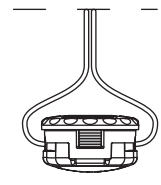

Fig. 21
- Utilizando una línea de reemplazo de 10.5 pies (3.2 m). Empuje un extremo de la línea a través de uno de los ojetes hasta que salga por el lado opuesto. Continúe empujando o tirando de la línea hasta que la línea quede distribuida uniformemente, de manera que se vea aproximadamente 5 pies (1.5 m) desde ambos lados del cabezal de corte (Fig. 21)